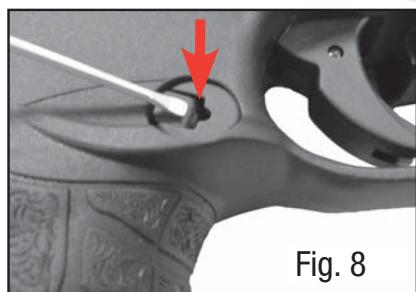

Fig. 8
- Poussez le côté plat de la clé à six pans (réf. 416.70.04.3) dans l'orifice du contre-appui (fig. 8).